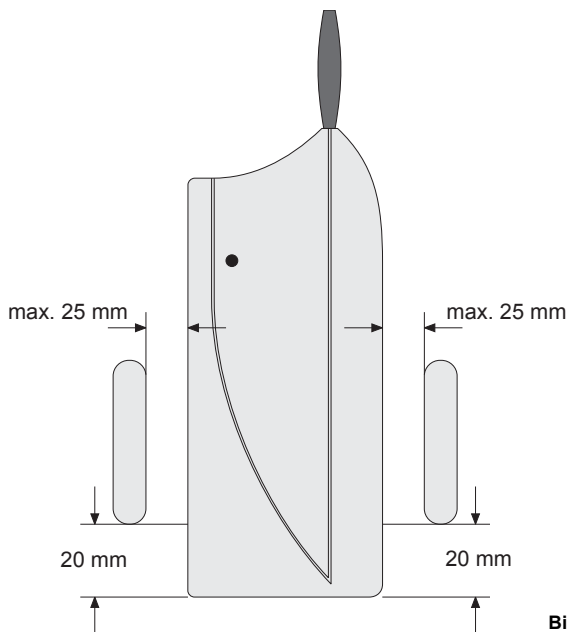

Bild 1
- In der Regel ist der Magnet am beweglichen Teil (z.B. Fenster, Türblatt, Bild) und der Tür-/Fenster-Melder „FAZ-TF“ am unbeweglichen Teil (z.B. Fenster-rahmen, Türrahmen, Wand) zu befestigen. Für die Abstände von Magnet zu Tür-/Fenster-Melder beachten Sie Bild 1 auf Seite 8.
- Wenn der mitgelieferte Magnet verwendet werden soll, so befestigen Sie ihn mit dem mitgelieferten doppelseitigen Klebeband (Abstände beachten, siehe Bild 1 auf Seite 8).